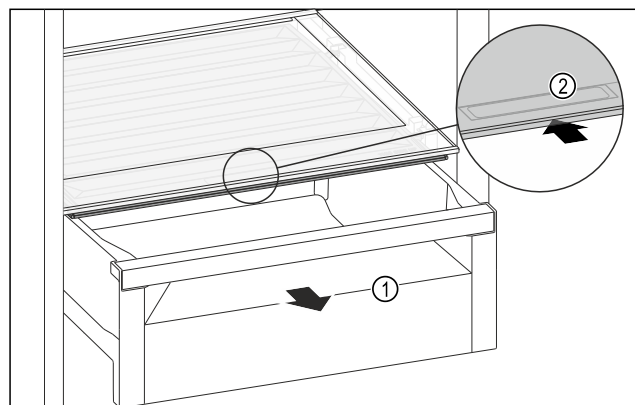

Fig. 109
- Schubfach Fig. 109 (1) herausziehen.
- ▶ Griffmulde Fig. 109 (2) am Fachdeckel anfassen und Fachdeckel gleichzeitig nach hinten schieben.